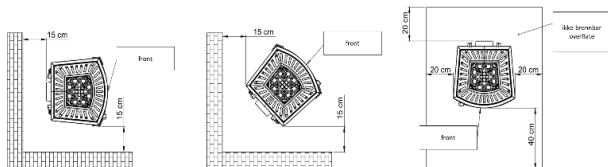

Fig. 2 Trygg avstand fra peisovnen
- Ovnen skal plasseres på et ubrennbart underlag, og min. 0,4 m fra ovnen og min 0,2 m målt fra sidene og baksiden av ovnen (Se Fig 2),
- anbefalt minsteavstand til IKKE-BRENNBARE deler er ikke mindre enn 15 cm (Fig. 2)